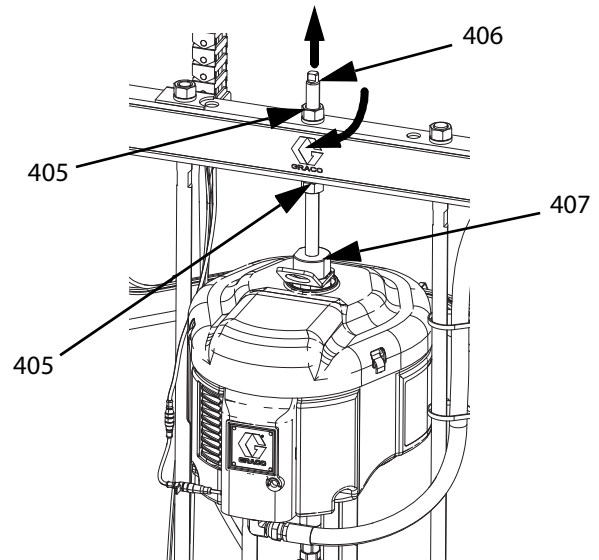

Рис. 43
1. Установите поршневой насос (C) на прижимную плиту (D). Выполните действия, приведенные в разделе **Подсоединение прижимной плиты** на стр. 106.
3. Подсоедините пневматический двигатель (B):
- а. С помощью ключа захватите гайку (405) на верхнем конце тяги, чтобы опустить пневмодвигатель (B) на поршневой насос (C). См. Рис. 43, стр. 107. Навинтите гайку (405) вверх и затяните ее под тягой. Затяните гайку (405) под тягой с максимальным усилием 34 Н·м (25 футофунтов).